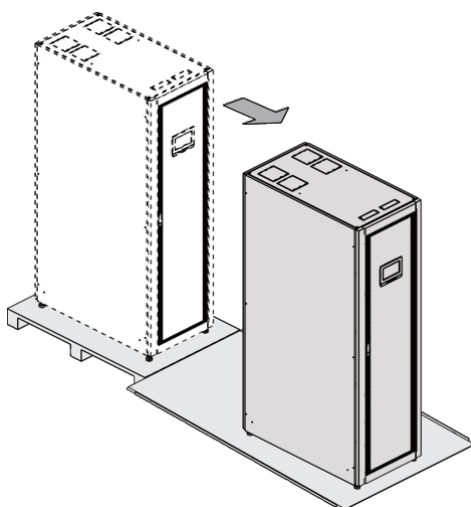

Рис. 4-4. Спуск шкафа по ramпе
8. Медленно скатите шкаф вперед с поддона. Продолжайте перемещать шкаф, пока он не скатится с рампы полностью (см. Рис. 4-4).